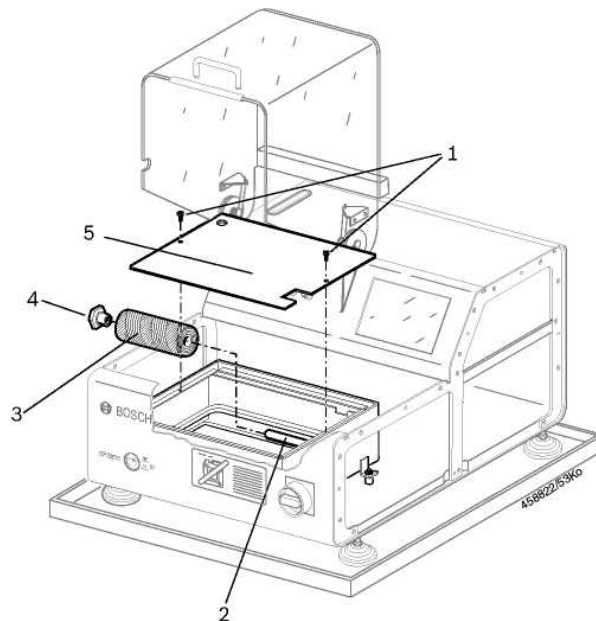

Рис. 20. Замена всасывающего фильтра.
1. Отвинтить два болта **1** (рис. 20) крепления крышки резервуара и поднять крышку резервуара **5** (рис. 20).
2. Отвинтить гайку крепления **4** (рис. 20) всасывающего фильтра **3** (рис. 20).
3. Отсоединить всасывающий фильтр от впускной трубки **2** (рис. 20).